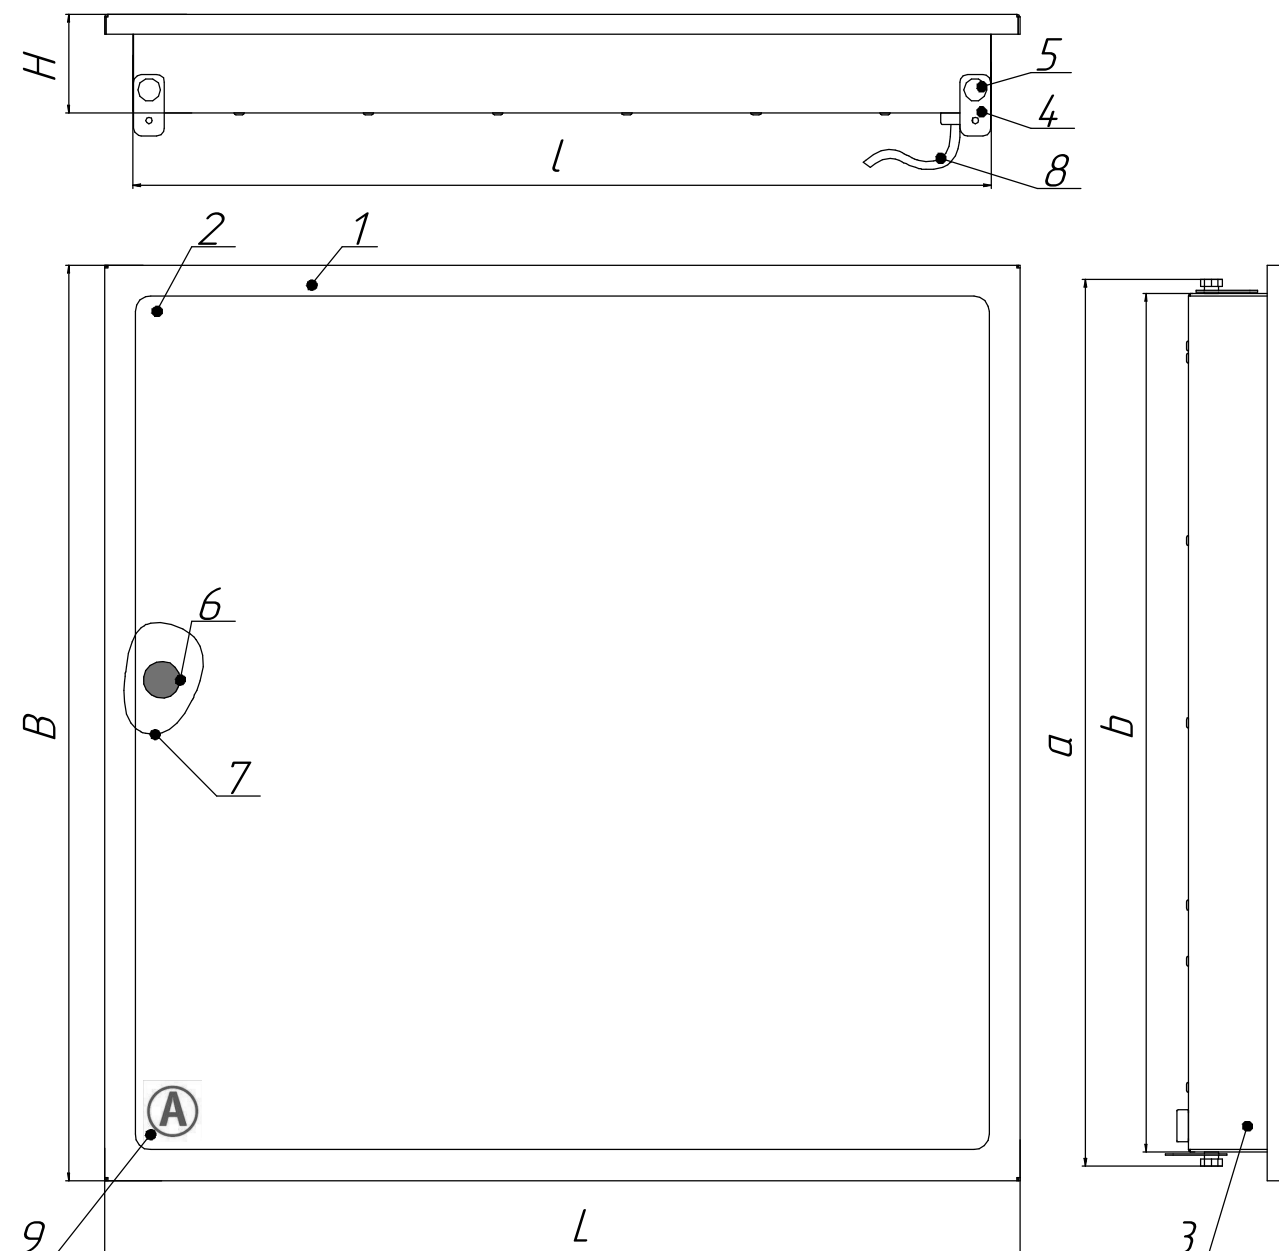

Рисунок 1 - Внешний вид светильника
3.2 Светильник (рис. 1 приложения А) состоит из обечайки поз. 1, рассеивателя поз. 2, корпуса со встроенным светодиодным модулем и источником питания поз. 3, пластин подвеса поз. 4, закреплённых болтами поз. 5.
5.5 Ослабьте винты поз. 5, поверните пластины подвеса поз. 4 в вертикальное положение и зафиксируйте их винтами (рис. 1).
5.6 Проденьте проволочные подвесы, используемые при установке несущих реек потолка (в комплект поставки не входят), через отверстия пластин подвеса (поз. 4 рис. 1) светильника и закрепите их на запотолочной поверхности таким же образом, как и подвесы несущих реек (рис.2 для монтажа в потолки Armstrong и рис.3 для монтажа в потолки Griliato*).
5.8 Подайте напряжение питания по некоммутируемой сети освещения. Индикатор заряда должен засветиться (см. рисунок 1, поз.7). Если индикатор заряда не засветился, то необходимо проверить правильность подключения светильника. Затем подайте напряжение питания по коммутируемой сети освещения. Если светильник не светит, то так же проверьте правильность его подключения.
5.10 В светильниках присутствует ручное тестирование аварийного режима, **"Магнитный тестовый выключатель"**: выключите светильник. Поднесите "Магнит неодимовый E42" (или аналогичный с силой сцепления не менее 41 кг) в плотную к области расположения индикатора (см. рисунок 1, поз. 6). Источник питания светильника переключится в аварийный режим, напряжение на светодиодные модули будет подаваться от аккумулятора. Для возврата в рабочий режим отдалите магнит.